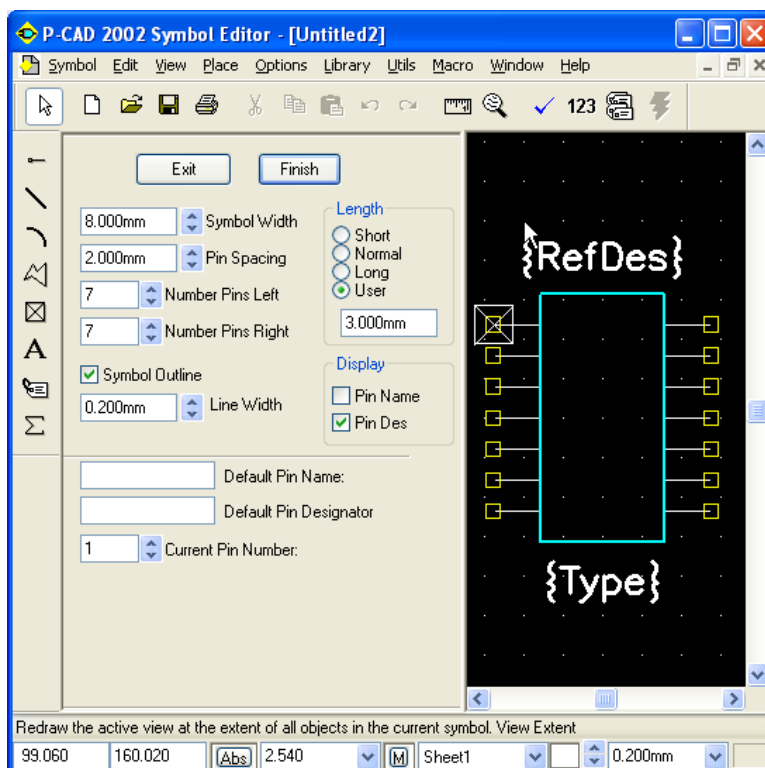

Рис. 4.42 - Диалоговое окно **Symbol Wizard**
- Откроется диалоговое окно, на котором слева приведены задаваемые параметры, а справа соответствующий им чертеж УГО. В данном случае в качестве примера изображен вариант УГО РЭ с четырнадцатью выводами (рис. 4.42).